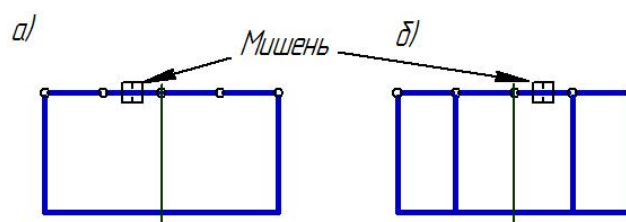

Рис. 1.28. Построение проекций ребер гайки
5. Постройте проекции ребер призмы (рис. 1.28):